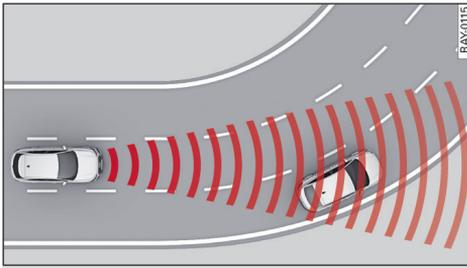

图 88 实例：驶入弯道
- 在进入弯道 ⇨图 88 和驶出弯道时，系统可能对相邻车道上的汽车作出反应并导致车辆制动。可以短促踩行驶踏板进行超控以防止降速。